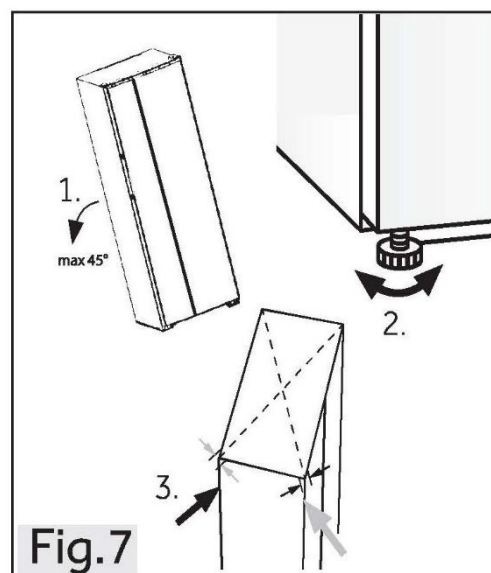

Fig.7
1. Inclinez légèrement l'appareil vers l'arrière (Fig. 7).